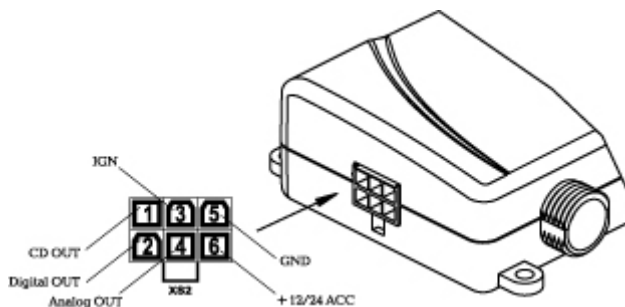

Рисунок 3. Вид с внешней стороны корпуса.
**Многоинтерфейсный порт 1** – предназначен для подключения контрольного блока к бортовой сети автомобиля, а также к внешним приемо-передающим устройствам для передачи мгновенных данных измерения уровня топлива в цистерне. Назначение контактов порта показано на рис. 3.